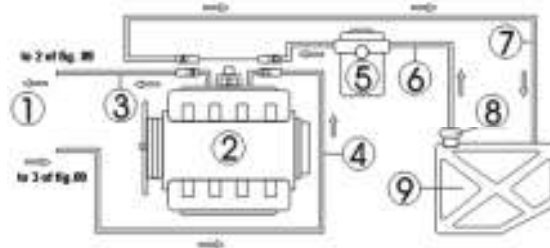

Fig.09
La conexión de la línea de retorno con el motor se muestra como en la fig.09.
1. Desconectar las conexiones de las mangueras de suministro de combustible (C, D) y las tuberías de retorno de combustible (A, B) del sistema de combustible del motor (envuelva el conector con la toalla al desconectar el conector). Elija conectores adecuados y conectarlos al final B y C por separado, y luego conecte el otro extremo de la manguera de retorno correspondiente y manguera de salida de la unidad. Ver fig.09.